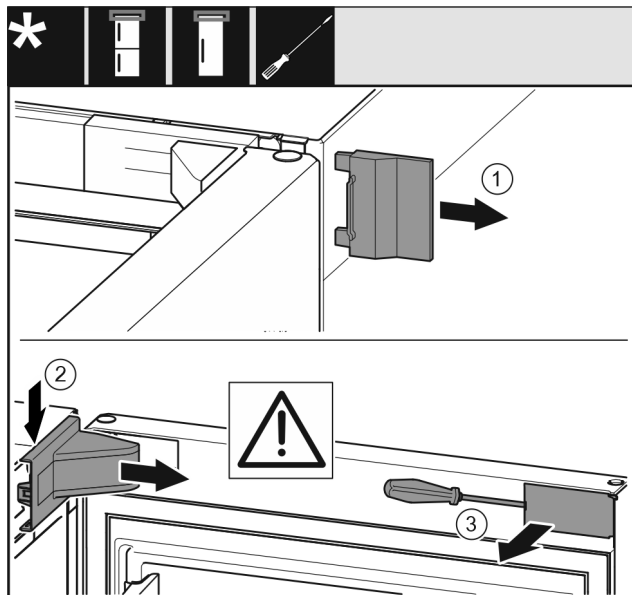

Fig. 12 *
► Detașați capacul exterior Fig. 12 (1).*
► Deblocați și detașați capacul suportului de lagăr Fig. 12 (2).*
► Deblocați masca Fig. 12 (3) cu șurubelnița plată și pivotați-o în lateral.*